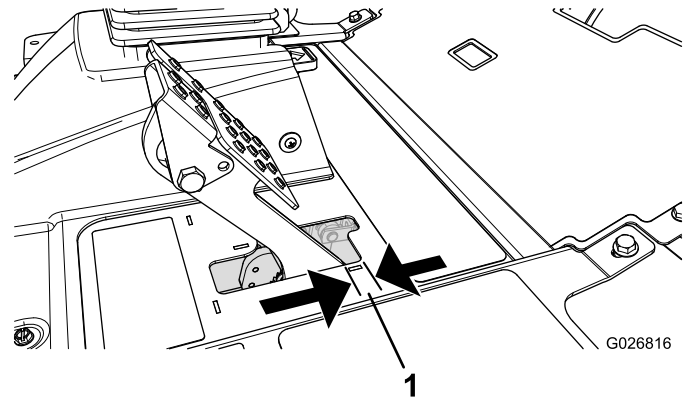

Рисунок 88
Тормоза необходимо отрегулировать, если свободный ход (Рисунок 88) педали тормоза превышает 2,5 см или требуется большее усилие нажатия для торможения. Свободный ход — это расстояние перемещения педали тормоза до ощущения тормозного сопротивления.
2. Затягивая заднюю гайку, переместите тросик назад так, чтобы свободный ход педалей тормоза составил от 0,63 до 1,27 см (**Рисунок 88**) до момента фиксации колес.